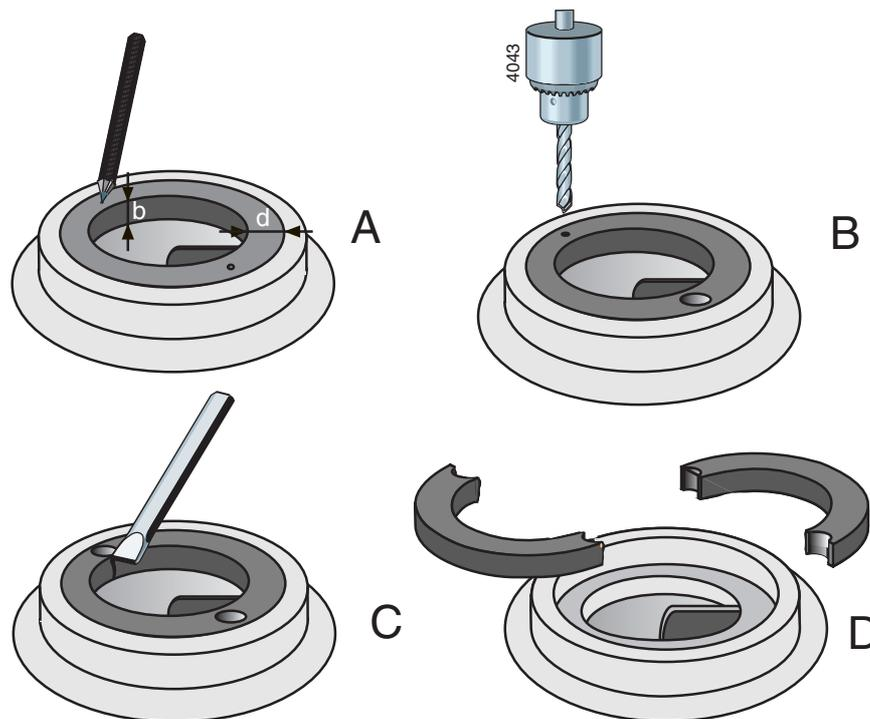

Figure 16: Démontage de la bague d'usure.
- 1 Mesurez l'épaisseur (d) et la largeur (b) de la bague, voir figure 16 A.
- 2 Faites un petit trou de centrage au milieu du bord de la bague en deux points opposés, voir figure 16 B.
- 3 Utilisez une mèche d'un diamètre légèrement plus petit que l'épaisseur (d) de la bague et percez deux trous dans la bague, voir figure 16 C. Ne percez pas plus loin que l'épaisseur (b) de la bague. Prenez soin de ne pas endommager le bord d'ajustage du corps de pompe.
- 4 Coupez l'épaisseur restante de la bague à l'aide d'un ciseau. Vous pouvez maintenant déposer la bague en deux parties du corps de pompe, voir figure 16 D.